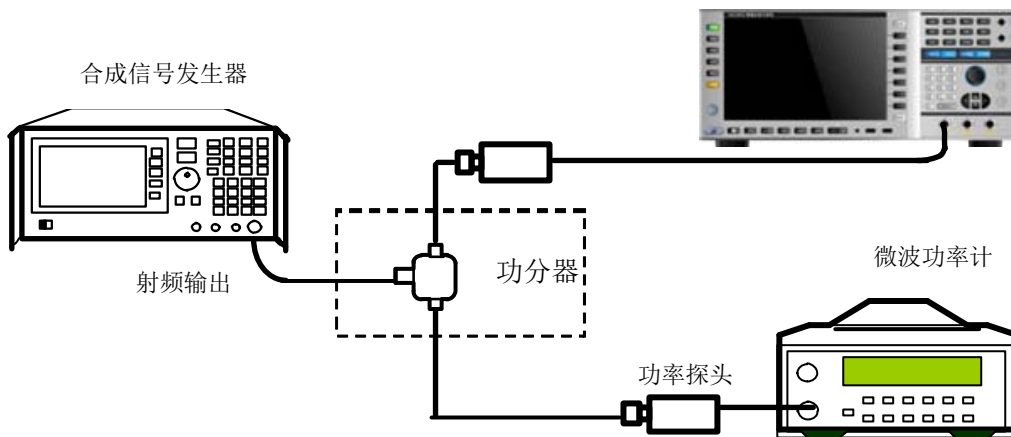

图 8.5 峰值功率探头脉冲功率范围测试框图
测试框图如图 8.5 所示。
- 1) 开机预热至少 30 分钟，将配接 81702 系列或 81703 系列峰值功率探头的峰值功率分析仪和标准功率计分别进行校准后，按图 8.5 连接设备。
- 1) 开机预热至少 30 分钟, 将配接的峰值功率探头的峰值功率分析仪和标准功率计分别进行校准后, 按图 8.5 连接设备。